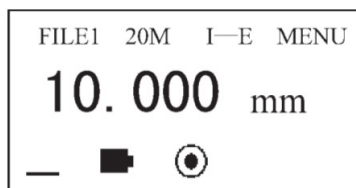

Abbildung 18
- f. Drücken Sie CAL, um die Ein-Punkt-Kalibrierung wie in Abbildung 18 dargestellt abzuschließen.